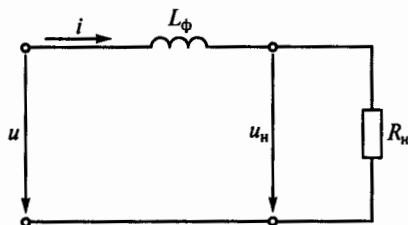

Рис. 117
**3.82.** В цепи на рис. 117 для уменьшения пульсаций напряжения на нагрузке  $R_n$ , подключенной к однополупериодному выпрямителю, использован индуктивный фильтр. К цепи приложено выпрямленное напряжение  $u = 70 + 60 \sin \omega t$ ,  $R_n = 100$  Ом,  $L_\phi = 0,8$  Гн (активным сопротивлением катушки можно пренебречь). Каковы при этом коэффициенты пульсаций приложенного напряжения, напряжения на нагрузке и коэффициент сглаживания фильтра? (Указать неправильный ответ.)